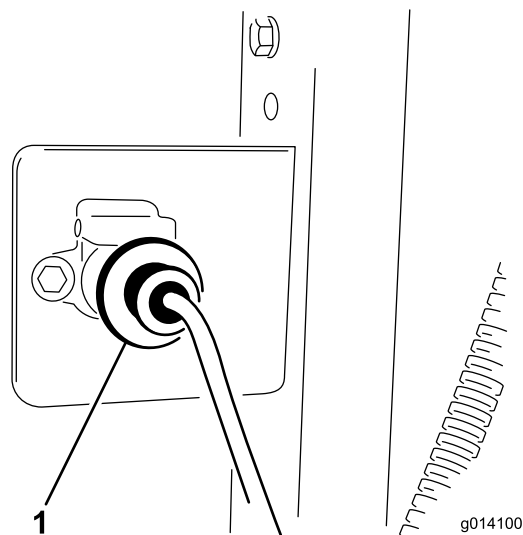

Рисунок 10
3. Прикрепите розетку жгута проводов к кронштейну с помощью двух болтов (1/4 x 1 дюйм) и гаек (Рисунок 10).
5. Подсоедините жгут проводов базового модуля к жгуту проводов буксирного автомобиля (Рисунок 10). Разъем расположен между гидравлическими шлангами, подсоединенными к буксирному автомобилю.